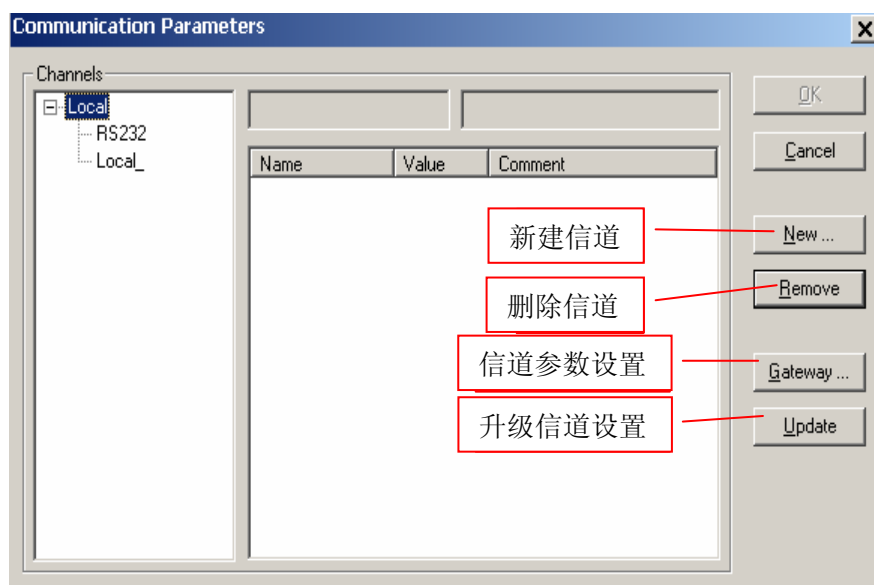

图4-26 通讯参数对话框
1、“在线”菜单中选定“通讯参数”, 弹出“Communication Parameters” 通讯参数对话框, 如图 4-26。